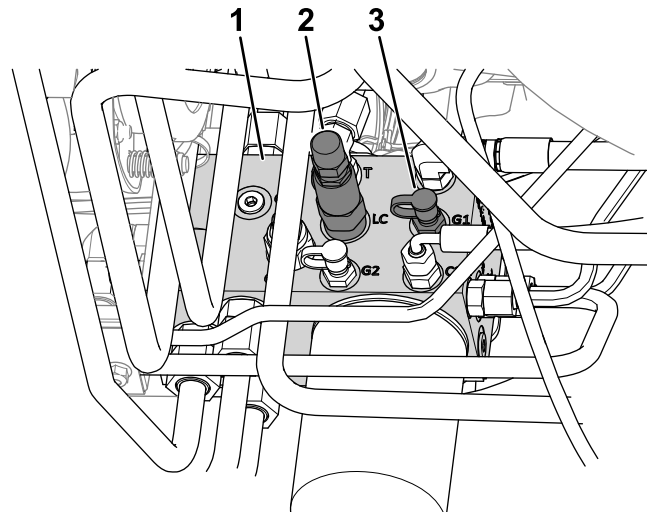

Figura 21
- Collegate un manometro al foro diagnostico (con l'etichetta G1; fate riferimento a Figura 21).
- Cursore di trasferimento del peso (LC)
- Sul lato del collettore di sollevamento, rimuovete il cappuccio dal foro diagnostico (con l'etichetta G1; fate riferimento a Figura 21).
- Allentate il controdado all'estremità del cursore di trasferimento peso (con l'etichetta LC; fate riferimento a Figura 21)